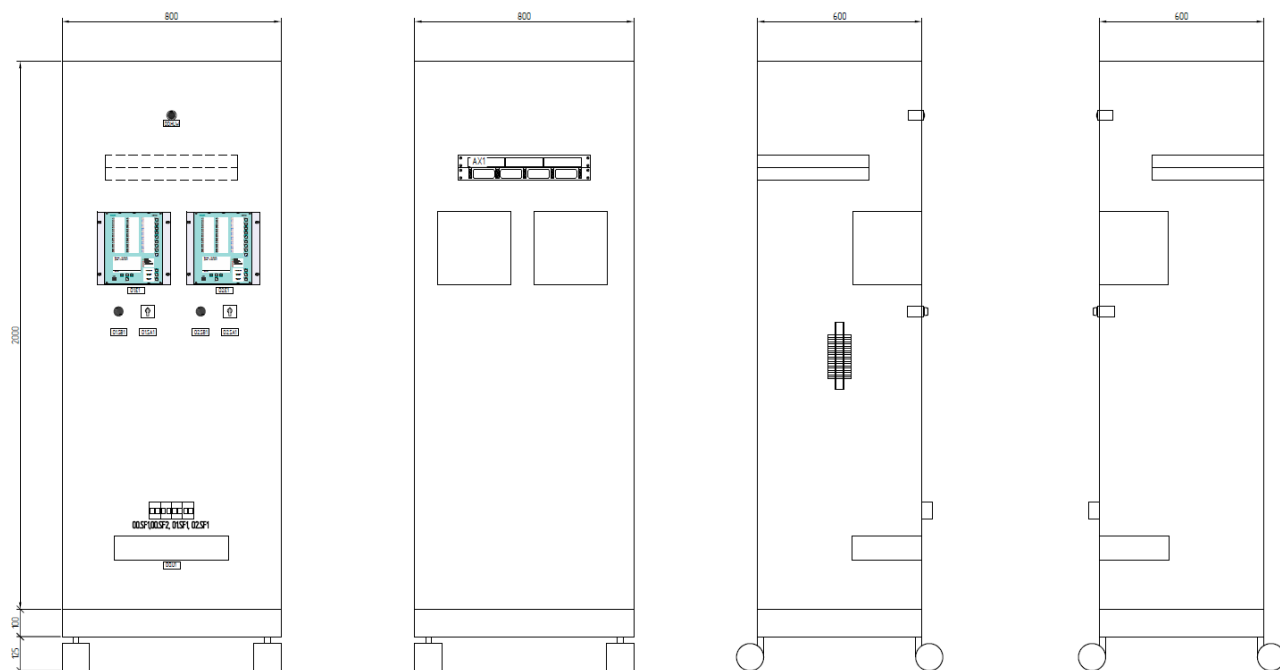

Рисунок 2. Панель защиты сборных шин.
- панелью защиты сборных шин на базе шкафа ШЭ2607 562 с комплектами БЭ2704 562 (ДЗШ) и БЭ2704 015 (МТЗ СВ) (рис. 2);